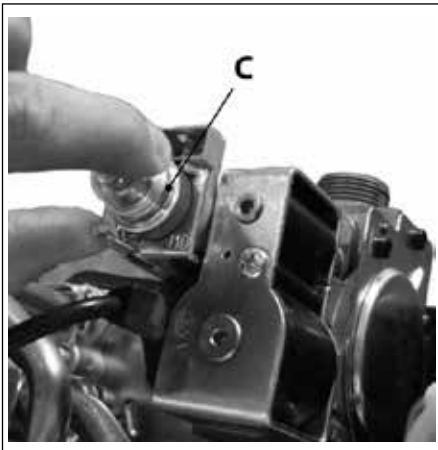

Fig. 47 Bobina modulación válvula de gas
- Volver a montar la tapa plástica **C** (ver Fig. 47 Bobina modulación válvula de gas ), colocada en la parte más alta de la bobina del modulador, que protege los tornillos de regulación del regulador de presión.